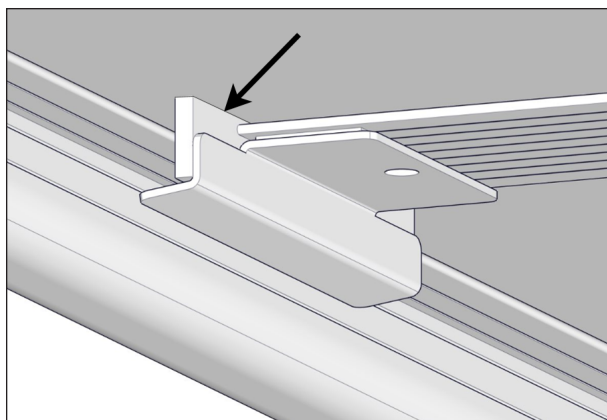

FIGURE 58: POSITION FINALE DU RACLEUR
En position finale, le joint du racleur doit être en contact avec l'arête du profilé en I, voir Figure 58.
4. Coller le joint racleur sur le milieu du profilé en I en appuyant dessus et en maintenant la pression pendant au moins 60 secondes. Cela permettra une bonne adhérence au profilé en I. S'assurer de placer le rabat du joint racleur au bord du profilé en I, directement dans l'espace qui se trouve entre le profilé en I et le profilé en C, voir Figure 58.